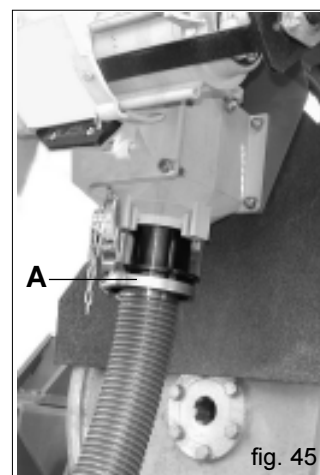

fig. 45
- b) Retirer le coude placé sous le canal de l'injecteur, raccorder à la même place le tube de récolte fourni en dotation (A Fig. 45) et à l'autre extrémité du tube, placer un bac de récolte. Puis, tourner la roue de transmission dans le sens de la marche à l'aide de la manivelle.